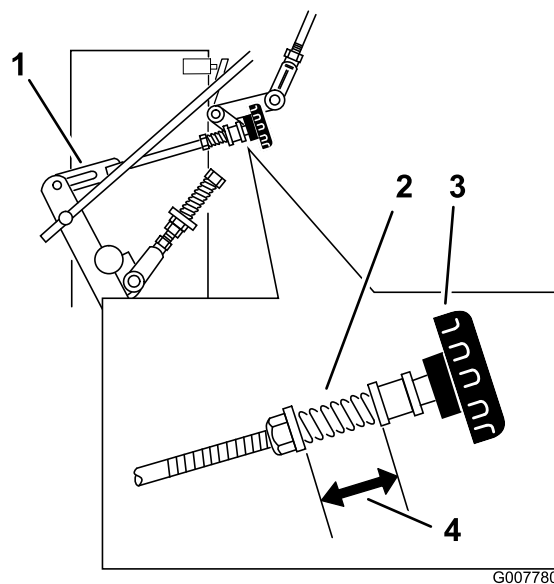

Рисунок 35
3. Отрегулируйте правый боковой рычажный механизм, поворачивая ручку быстрой настройки тяги против часовой стрелки до тех пор, пока колесо не начнет вращаться вперед (Рисунок 35).
4. Поворачивайте ручку по часовой стрелке на 1/4 оборота за раз. Затем переведите рычаг управления скоростью вперед и назад в нейтральное положение. Повторяйте это действие до тех пор, пока правое колесо не прекратит вращаться вперед (Рисунок 35).
6. Регулировка пружины, поддерживающей упругость ручки при нажатии, как правило, не требуется. Но если регулировка необходима, установите длину пружины между шайбами равной 26 мм (Рисунок 35).
7. Отрегулируйте длину пружины, повернув гайку в передней части пружины (Рисунок 35).